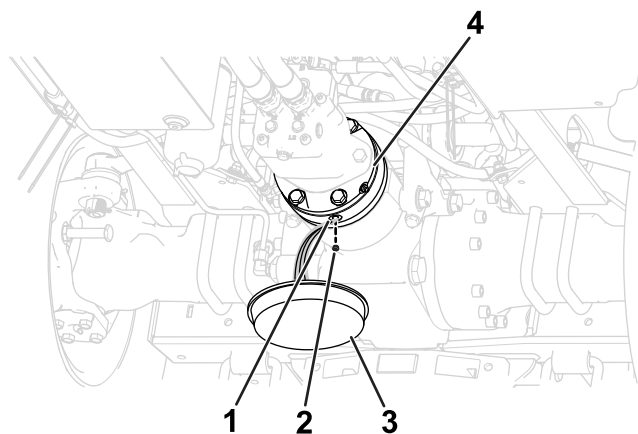

図 105
1. 油圧ブレーキの下にオイルを受ける容器をおく 図 105。
2. ドレンポートからドレンプラグを抜く 図 105。
4. ドレンポートにドレンプラグを取り付ける 図 105。